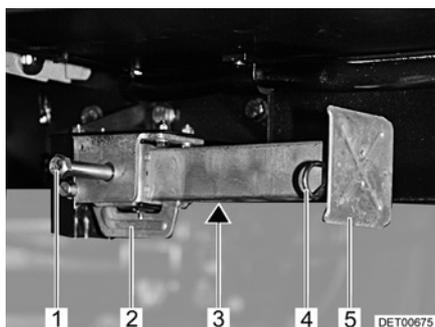

Fig. 15 Apoyo de elevación
- Colocar la llave de vaso en el hexágono (Fig. 15,1) y girarla hasta que el apoyo de elevación quede verticalmente hacia abajo.
- En caso de que la longitud del apoyo de elevación sea ajustable, extraer la clavija hendida (Fig. 15,4) de la prolongación del pie de apoyo (Fig. 15,5).
- Colocar la llave de vaso en el hexágono (Fig. 15,1) y girarla hasta que el apoyo de elevación esté de nuevo libre del suelo.
- Introducir totalmente la prolongación del pie de apoyo (Fig. 15,5) e introducir la clavija hendida (Fig. 15,4) en el orificio previsto para ello que hay en la prolongación del pie de apoyo.
- Girar el hexágono (Fig. 15,1) hasta que el apoyo de elevación se haya girado hacia arriba y la guía (Fig. 15,2) tenga contacto con el extremo de la ranura (Fig. 15,3).